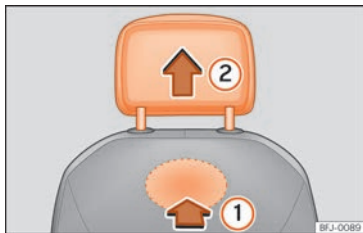

Abb. 77 Kopfstütze vorne ausbauen.
- Lokalisieren Sie zum Entriegeln der Kopfstütze die Aussparung im markierten Bereich auf der Rückseite der Sitzlehne und drücken Sie in Pfeilrichtung » » (Abb. 77) ①.
- Ziehen Sie die Kopfstütze in Pfeilrichtung ② heraus.